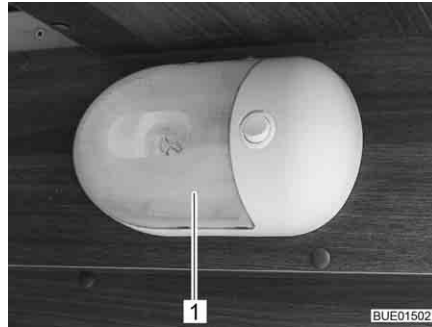

Fig. 276 Lampada del garage
- Comprimere leggermente sui due lati la copertura trasparente (Fig. 276,1), staccarla appena dall'interruttore e tirarla in avanti.